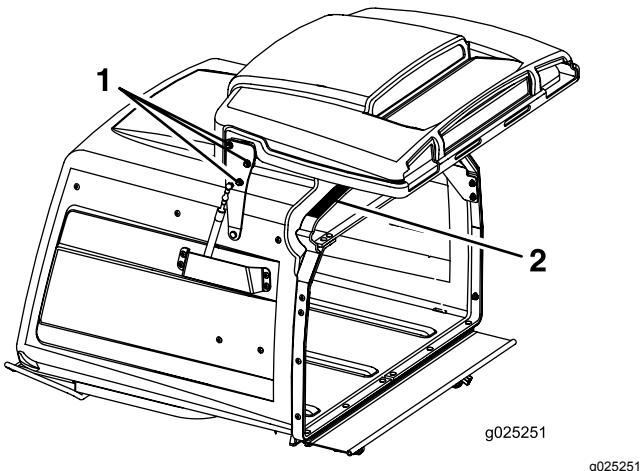

Figure 57
- Desserrez les 6 écrous des charnières du couvercle (Figure 57).
- Ouvrez le couvercle et placez une bande de caoutchouc de 9,5 mm (3/8 po) ou un flexible de 9,5 mm (3/8 po) de diamètre entre la trémie et le couvercle (Figure 57).